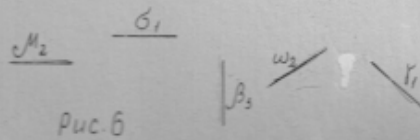

Рис. 6
7. Какую надпись следует выполнить над изображением, обозначенным цифрой I на рис. 6?
8. Укажите, какими буквами обозначены плоскости, на которых выполняется дополнительный вид (рис. 6)